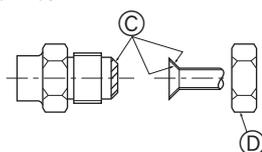

Fig. 5-6
А (Fig. 5-6)
Б (Fig. 5-6)
5.5. Соединение труб (Fig. 5-6)